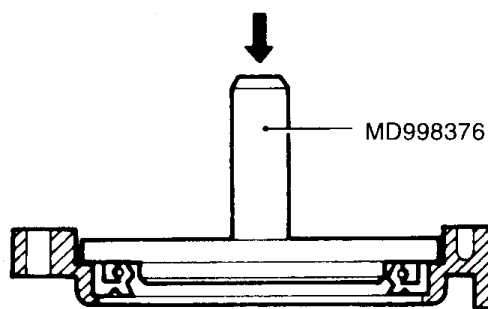

图 2-115 安装油封
(6) 安装油封时，如图 2-115 所示，用专用工具将油封压入曲轴后油封壳。注意应使用新油封。